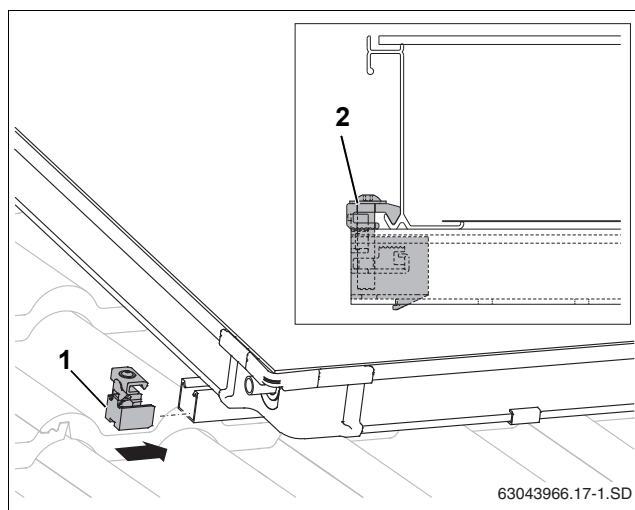

Рис. 49 Односторонний зажим коллектора слева
- Задвиньте односторонние зажимы (рис. 49, [1]) в верхнюю и нижнюю профильные шины.
- Придвиньте зажимы к раме коллектора и затяните ключом SW 5 (рис. 49, [2]).